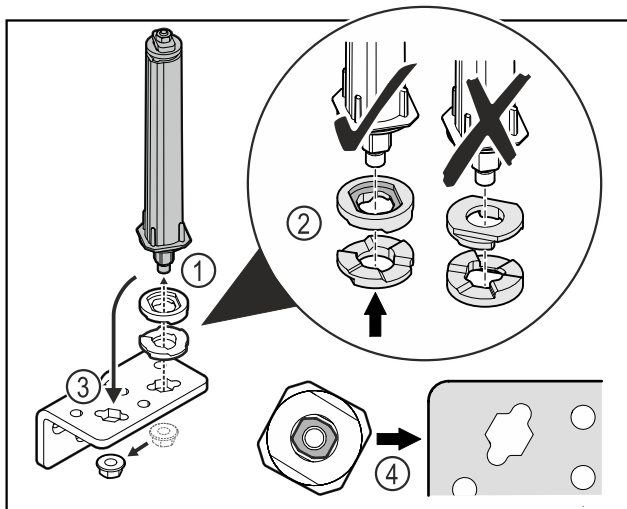

Fig. 40
- Avaa mutteri ja poista oven sulkukyksikkö Fig. 40 (1).
- Huomioi korkeudensäätölaattojen oikea kohdistus Fig. 40 (2).
- Aseta oven sulkukyksikkö saranakulmassa toiseen paikkaan ja kiinnitä mutterilla Fig. 40 (3).
- Huomioi oven sulkukyksikön oikea kohdistus paikalleen asettamisen yhteydessä Fig. 40 (4).